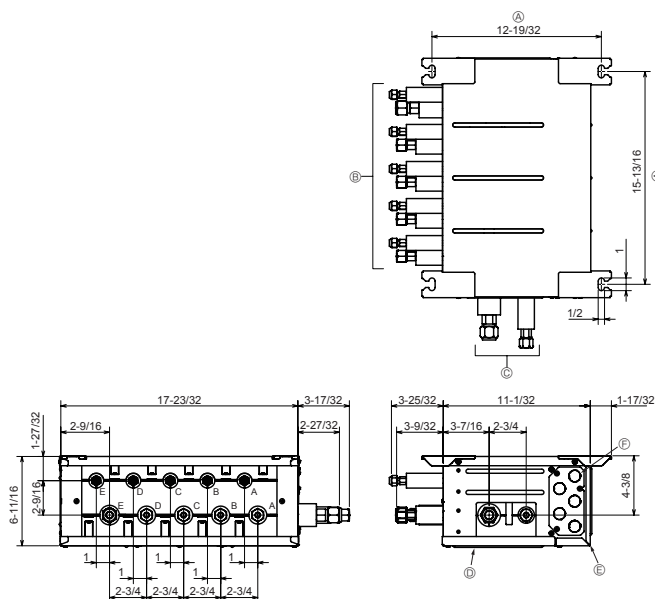

Fig. 4-2
■ PAC-MKA51BC (Fig.4-2)
- (1) Installez les boulons de suspension (à acheter localement) suivant le pas requis (Fig. 4-2, 4-3).